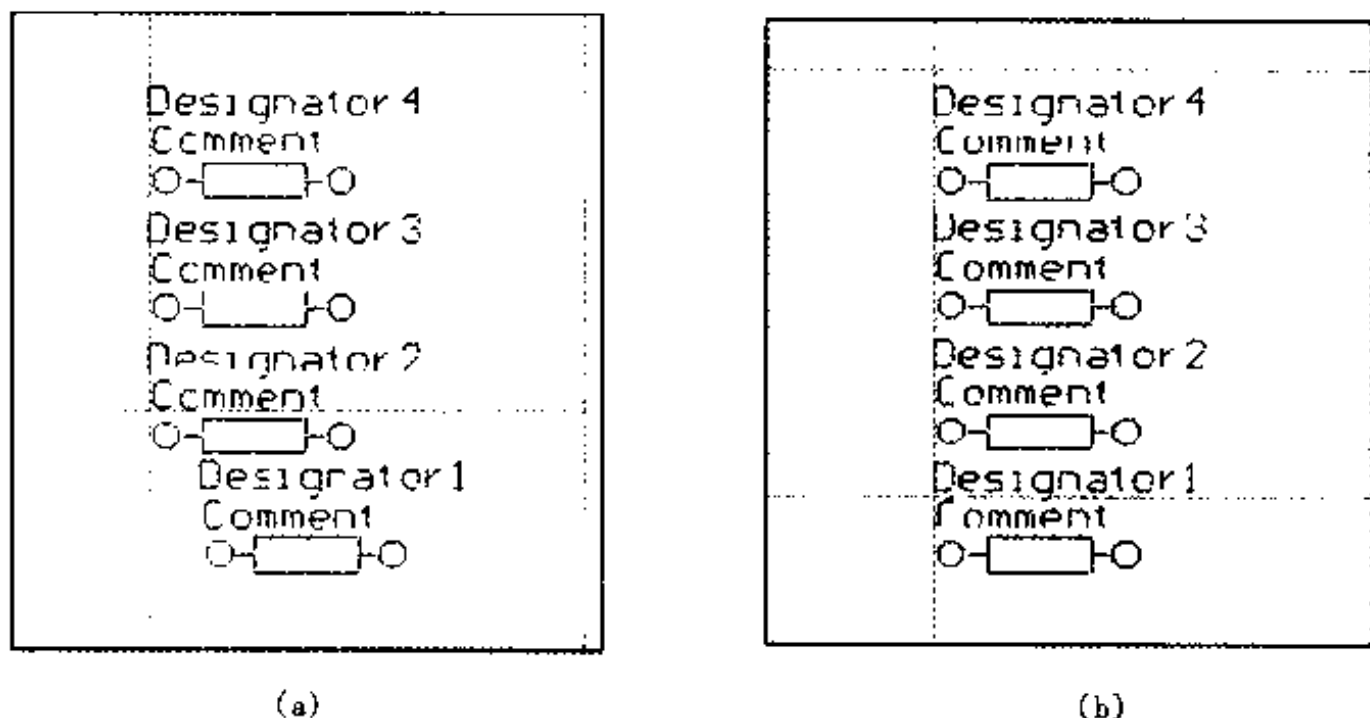

图 7-53 阵列式粘贴对象的效果
(9) 在 Linear Array 选区的 X-Spacing 和 Y-Spacing 选项的输入框中分别输入数值, 设置每个对象的水平间距和垂直间距。X-Spacing 选项如果取正值, 则对象由左向右排列; 取负值, 则对象由右向左排列。Y-Spacing 选项如果取正值, 则对象由下向上排列; 取负值, 则对象由上向下排列。
(10) 设置好对话框中的选项之后, 单击 OK 命令按钮, 返回工作窗口, 此时鼠标箭头变为十字光标, 在图纸中的适当位置单击, 则剪贴板中的对象就被粘贴在图纸中, 得到如图 7-53(a) 的效果。
击 Distribute equally 单选钮,设置对象在垂直方向上间距相等,单击 OK 命令按钮,返回工作窗口,得到如图 7-53(b)所示的效果。